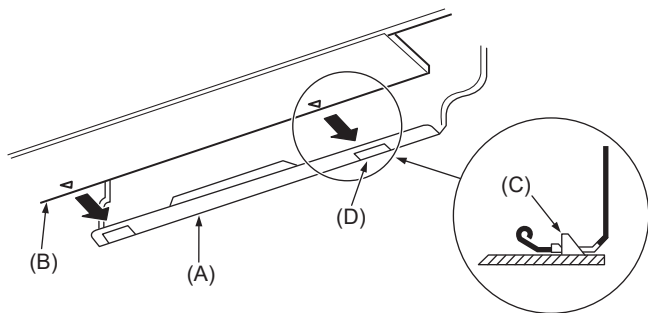

Fig. 3-15
3. Lors de l'insertion du tuyau de réfrigérant et le tuyau d'écoulement dans l'orifice mural d'insertion (manchette de pénétration), accrocher la partie supérieure de l'appareil intérieur sur la planche d'installation (1).
5. Fixer en poussant la partie inférieure de l'appareil intérieur sur la planche d'installation (1). (Fig. 3-15)
- * Vérifier que les boutons en bas de l'appareil intérieur sont correctement maintenus sur la planche d'installation (1).
- (A) Planche d'installation (1)
- (B) Appareil intérieur
- (C) Crochet
- (D) Orifice carré